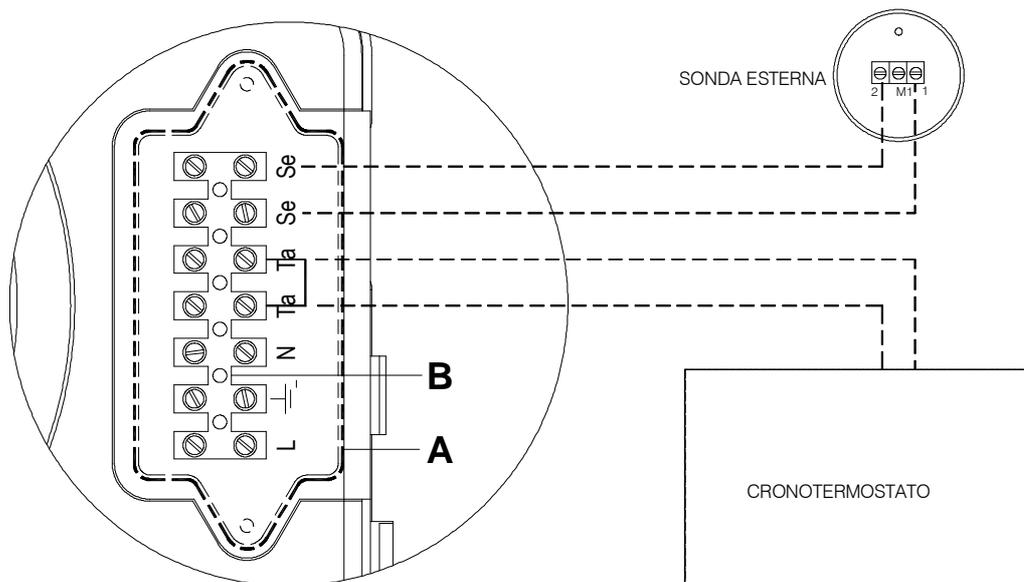

Fig. 1
- svitare le viti e rimuovere il piastrino A (vedi fig. 1);